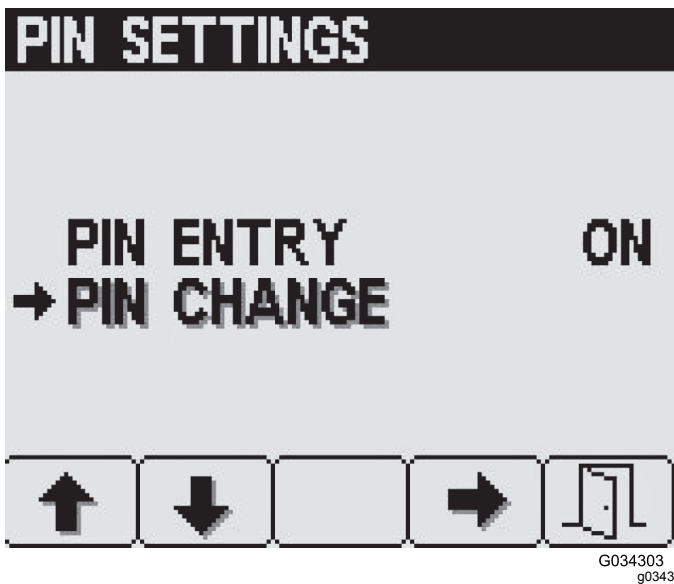

Figure 32
- Sur l'écran de Réglages PIN, appuyez sur la touche 2 jusqu'à atteindre l'option de Changement du code PIN, puis appuyez sur la touche 4 pour sélectionner "Changement du code PIN" (Figure 32).